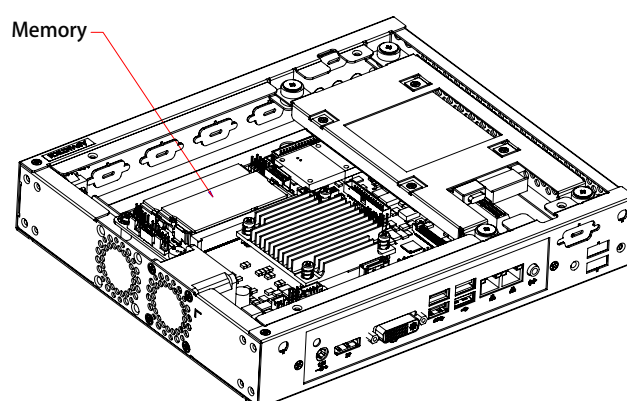

Figure 2.6 Installing the Memory/ 安裝內存 / 安裝記憶體
- Figure 2.6 Installing the Memory/ 安裝内存 / 安裝記憶體 8